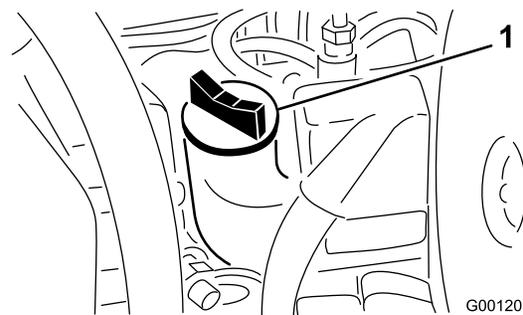

Рисунок 48
4. Если уровень масла ниже метки Full (Полный), снимите крышку заливной горловины (Рисунок 48) и долейте масло до отметки Full (Полный) на щупе. **Не допускайте переполнения.**